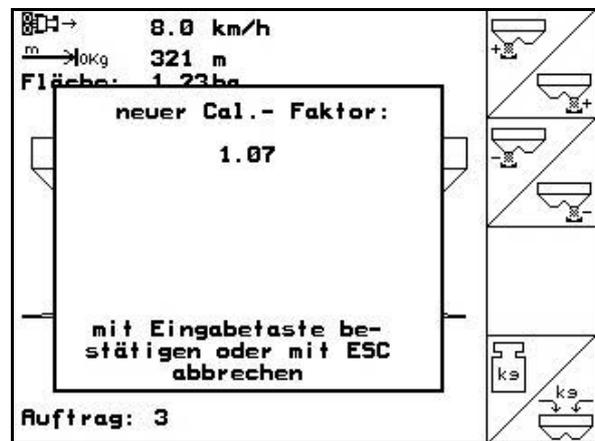

Fig. 38
- Der neue Kalibrierfaktor wird angezeigt (Fig. 38).